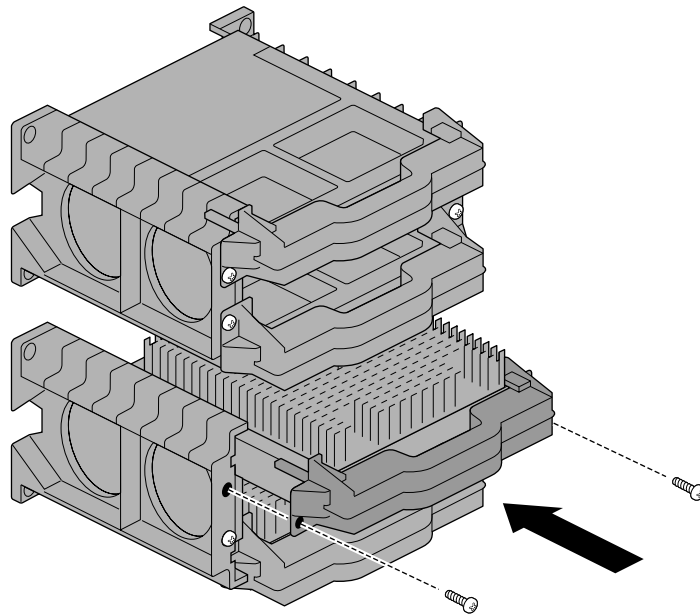

Abbildung 6-5 Einsetzen des Prozessors in die Halterung
12. Schieben Sie den Prozessor in die Halterung, und vergewissern Sie sich dabei, daß sich die Schraubenlöcher genau über den Bohrungen der Halterung befinden. Siehe Abbildung 6-5. Wenn die Bohrungen nicht übereinander liegen, entfernen Sie den Prozessor, bringen Sie den Griff anders an, und setzen Sie den Prozessor wieder ein. Eine Anleitung dazu, wie der Griff anders angebracht wird, finden Sie unter Schritt 4.